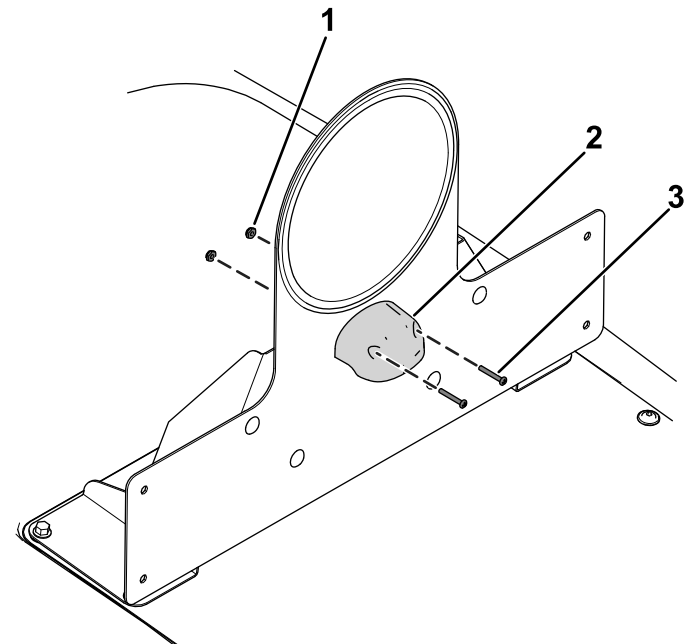

Figura 34
13. Prenda a luz da matrícula à montagem da placa de velocidade montada utilizando duas porcas (N.º 6) e dois parafusos (N.º 6 x 1 pol.) como se mostra na Figura 34.
14. Ligue a cablagem à luz da placa da matrícula (Figura 34).